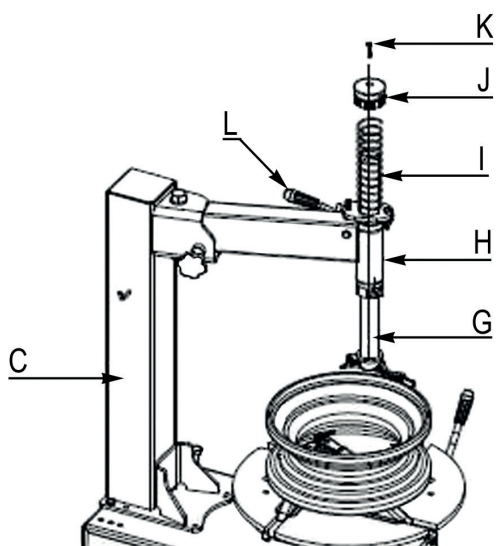

Bild 5c
- Installieren Sie die Sechskant-Säule G indem Sie sie von unten nach oben durch das Loch an der Stützsäule stecken und mit dem Verriegelungshebel L sichern. (Ungefähre Einbau-richtung vom Montagekopf: Als Referenz legen Sie eine Felge auf den Drehteller bei der Montagekopf Installation, dann installieren Sie die Rückstellfeder I, Knopf J und die Schraube M10X30. (Bild 5c)